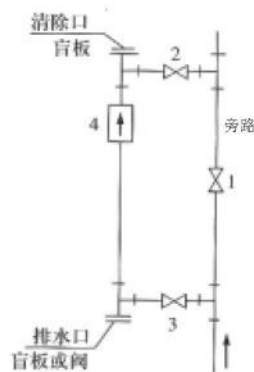

图 4-9 便于清洗管道的连接方式
- (3) 对于液固两相流体，最好采用垂直安装，使被传感器衬里磨损均匀，延长使用寿命。
- (4) 不管是水平安装或是垂直安装，在连续生产的工艺管道上，为了不影响生产，便于仪表维修拆装，传感器尽可能采用与原先主工艺管道并联安装（旁路管）的方式，特别对有严重污染要经常清洗的液体。图 4-9 是传感器不卸下，在线清洗的安装实例。
- (5) 直管段长度最佳为流量计前 $\geq 10DN$ ，后端 $\geq 5DN$ ，当现场工况不允许时，最少满足前端 $\geq 5DN$ ，后端 $\geq 2DN$ 。